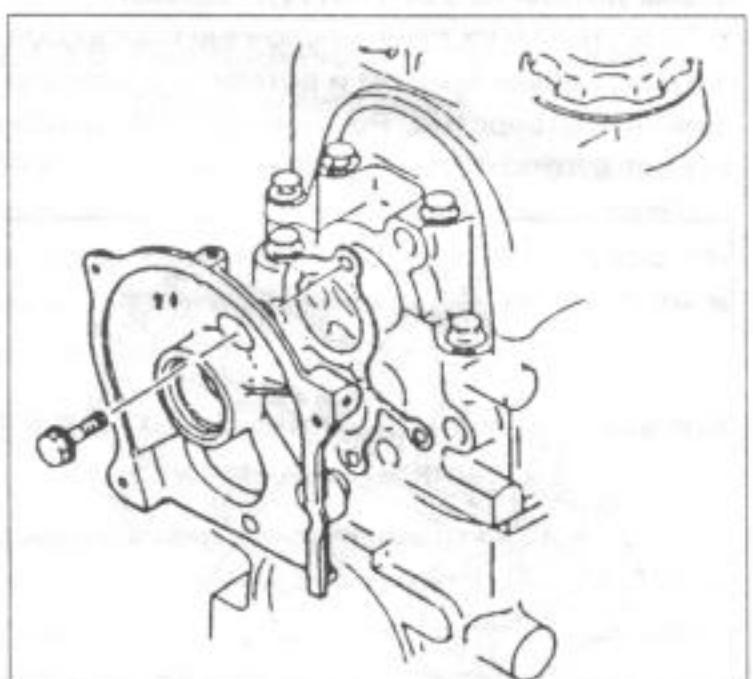

Рис. 63.
- Положить новое сухое уплотнение на торцовую поверхность головки блока цилиндров и одеть на головку переднюю крышку. Болты затянуть на 19-25 Нм (рис. 63).
- Положить новое сухое уплотнение на торцевую поверхность головки блока цилиндров и одеть на головку переднюю крышку. Болты затянуть на 19-26 Нм (рис. 63).